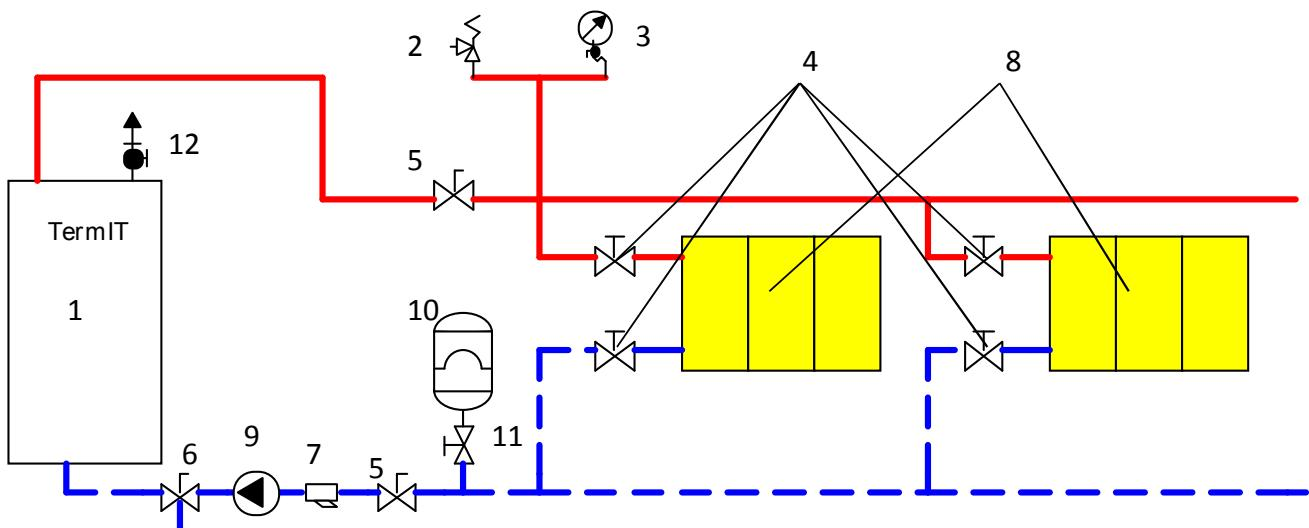

Рисунок 4 – Схема підключення котла в систему з примусовою циркуляцією
2.2.8 На рис. 4 представлена схема використання котла в опалювальній системі закритого типу з примусовою циркуляцією теплоносія за допомогою насоса, на вході якого встановлений фільтр 4. Запірний вентиль 3 розташований в нижній точці зворотнього трубопроводу 7 призначений для первинного заповнення і регулярного поповнення системи теплоносієм (водою), до тиску в системі 1 bar (1 кг/см²) а також для зливання води з системи опалення.